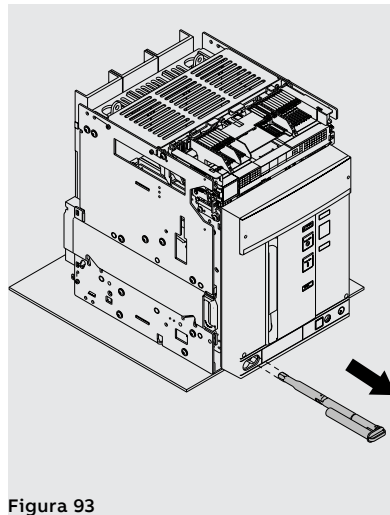

Figura 93
8. Extraer de su alojamiento la manivela de seccionamiento. Véase Figura 93.